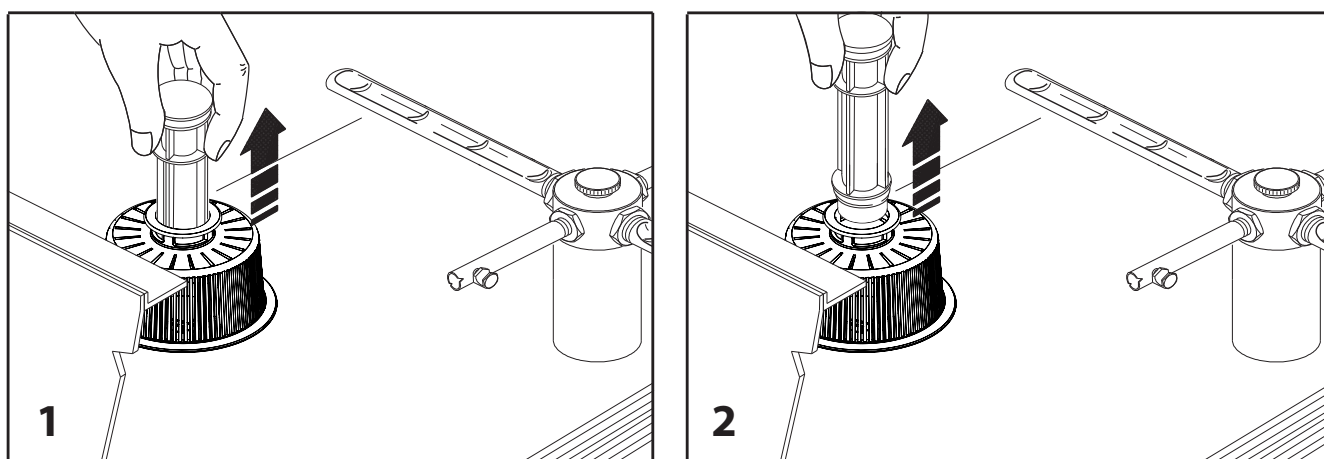

Fig. 16
2. retirar o tubo de transbordamento (fig. 16)